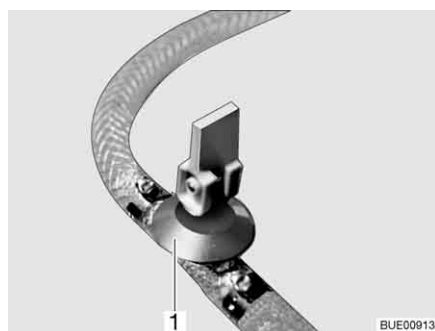
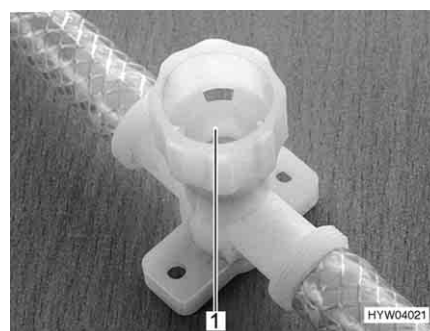

Fig. 203 Rubinetto di scarico (con leva a bilancere)
Fig. 204 Rubinetto di scarico (con tappo a vite)
- Aprire tutti i rubinetti di scarico. Mettere la leva a bilanciere del rubinetto di scarico (Fig. 203, 1) in posizione verticale o chiudere il coperchio del rubinetto di scarico (Fig. 204, 1) in senso antiorario.